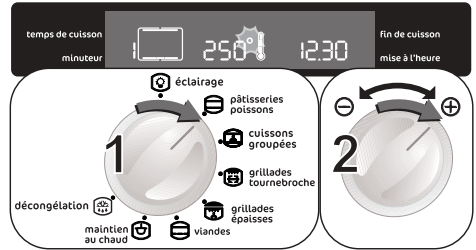

Fig. 7
5. Réglez la température sur 250°C en tournant la commande "**TEMPERATURE/TEMPS**" jusqu'à la position **⊕** (Fig. 7).